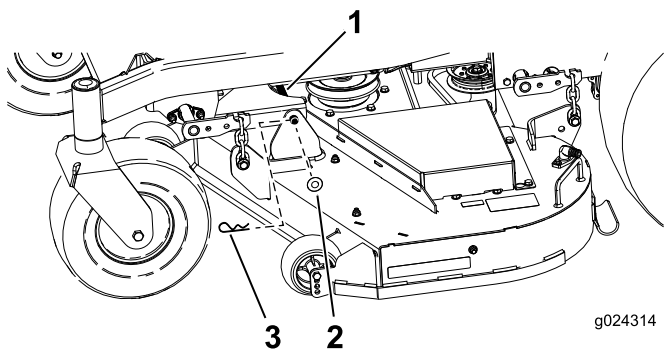

Bild 74
1. Nehmen Sie den Splint und die Scheibe ab, mit denen der Steckstift am Rahmen und Mähwerk befestigt ist, und nehmen Sie die Lenkerstange ab (Bild 74).
9. Befestigen Sie den Steckstift mit den vorher entfernten Splinten und Scheiben (Bild 74).